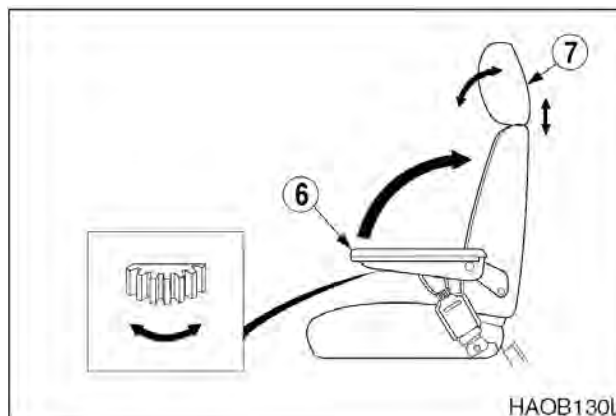

Рис. 101
**6. РЕГУЛИРОВКА УГЛА РАСПОЛОЖЕНИЯ ПОДЛОКОТНИКА (рис. 101)**
Регулировка угла левого и правого подлокотников производится поворотом колеса (6, рис. 101), расположенного в основании подлокотника. При регулировании угла, рукой поднять подлокотник, до поворота колеса.
**7. ПОДГОЛОВНИК (РИС. 101)**
Подголовник (7, рис. 101) можно регулировать вперед/назад и вверх/вниз. Двигать, держа за две стороны.